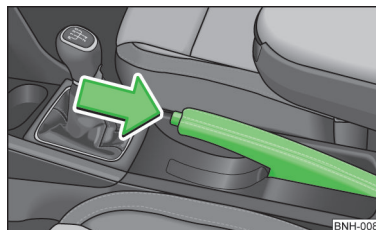

Fig. 90
► Trageți puțin în sus maneta frânei de mână și apăsați **simultan** butonul de blocare » fig. 90.